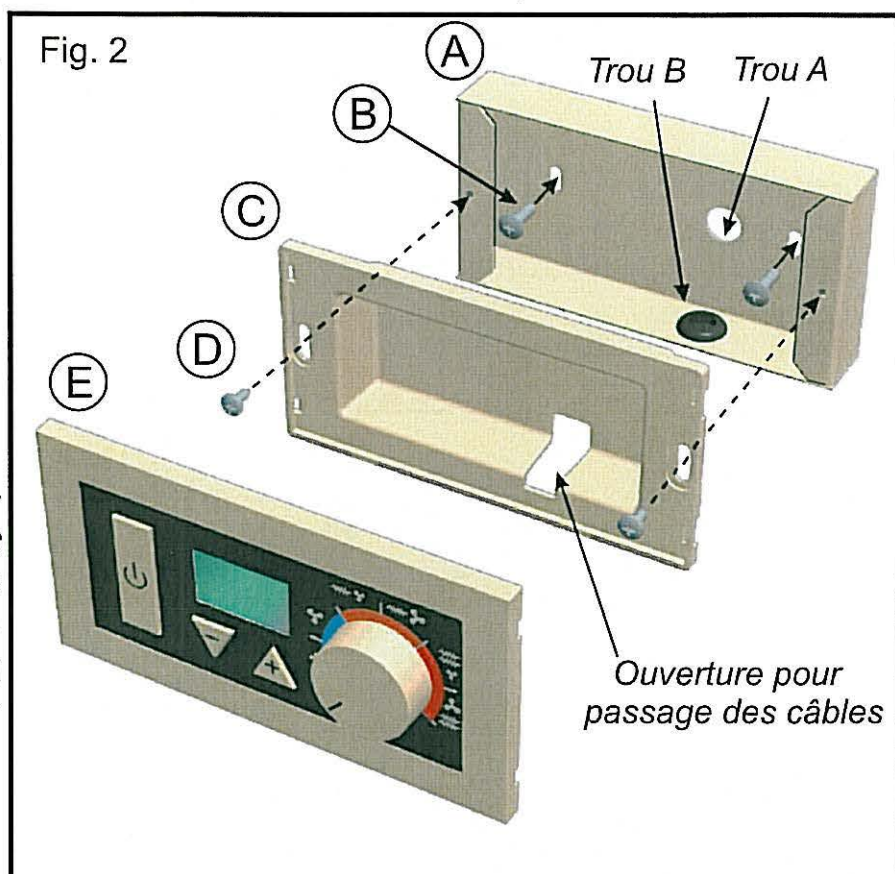

Fig. 2
Faire passer les fils d'alimentation par l'ouverture prévue à cet effet sur le fond du boîtier (fig.2), Puis visser le fond avec 2 vis appropriées (D) sur le boîtier d'encastrement.
3- Réaliser la connexion entre la carte électronique de l'appareil et la carte électronique du boîtier de commande en faisant passer les fils\* par l'ouverture prévue à cet effet sur le fond du boîtier - voir Fig.2.